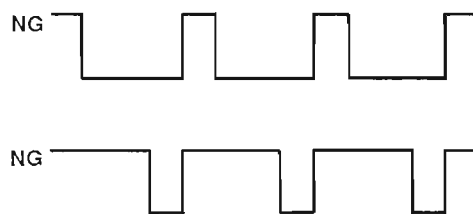

Fig. 12
- ⑧ It is a rare occurrence, but, if it is difficult to adjust the voltage due to high voltage fluctuation, connect pin 7 of IC502 to an oscilloscope. Adjust VR502 so that the 5V and 0V transitions are equal in duration (refer to fig. 12).
- ⑦ まれに⑤⑥の方法ではV # 2の変動が大きすぎて調整が出来ないことがあるのでその場合は、IC502の7ピンをオシロスコープで観測し、5Vと0Vがほぼ同等に出現するようにVR502を調整する。(Fig.12)